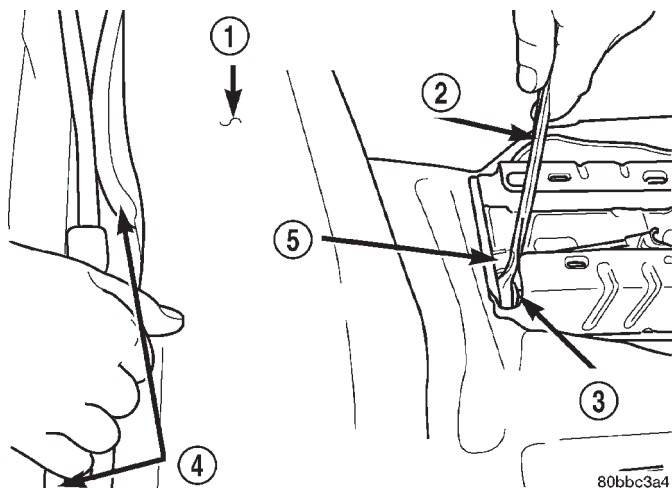

Fig. 28 Compresión del retenedor del cable
(7) Retire el cojín del asiento trasero del vehículo.
(8) Pliegue hacia adelante la alfombra trasera para dejar al descubierto los cables del freno de estacionamiento en el extremo del suelo trasero.
(9) Instale el extremo del casquillo de una llave de 12,7 mm (½ pulg.) sobre el retenedor del cable del freno de estacionamiento (Fig. 28). Presione la llave sobre el retenedor hasta que se aplasten las garras de retención. Desde debajo de la alfombra, agarre la cubierta del cable del freno de estacionamiento y tire del cable recto hacia afuera del soporte fijado al suelo.
(10) Eleve el vehículo. (Consulte LUBRICACION & MANTENIMIENTO/ELEVACION - PROCEDIMIENTO CONVENCIONAL).
(11) Retire el conjunto de llanta y neumático trasero del vehículo. (Consulte el grupo 22 - NEUMATICOS/LLANTAS - DESMONTAJE).